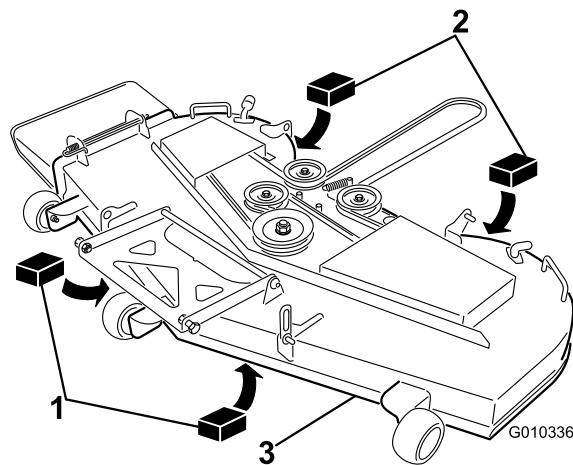

**Figura 63**
3. Gire cuidadosamente las cuchillas colocándolas en el sentido de avance de la máquina (Figura 63).
4. Mida entre la punta de la cuchilla delantera y la superficie plana y entre la punta de la cuchilla trasera y la superficie plana (Figura 63).